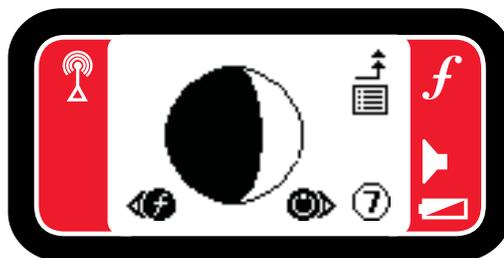

図24 - LCD画面の輝度を調節する。
ツールメニューから **←** LCD設定オプションを選択し、**⑦** LCD画面の輝度を調節します。上下矢印キー **▲▼** もしくは周波数キー **⑥** 及び電源キー **⑦** を左右矢印キーとして使用し、輝度を調節します (図24参照)。